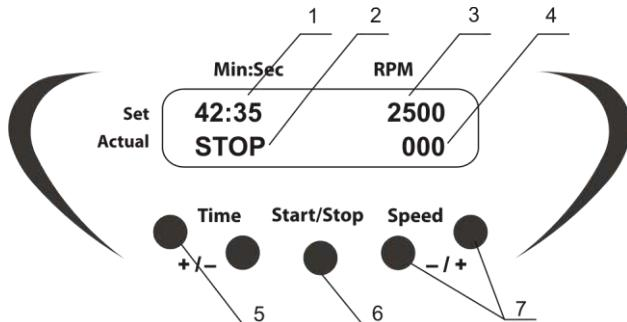

Рисунок 1. Панель управления
- Используйте кнопки + и - **Speed** (рис. 1/7), чтобы установить требуемую скорость (шаг - 100 об/мин). При долгом нажатии кнопки, скорость смены значений увеличивается. Установленное значение отображается в верхней строке дисплея (рис. 1/3).
- Используйте кнопки + и - **Time** (рис. 1/5), чтобы установить требуемый интервал рабочего времени в минутах и секундах (шаг - 1 мин). При долгом нажатии кнопки, скорость смены значений увеличивается. Установленное значение отображается в верхней строке дисплея (рис. 1/1).
- Нажмите кнопку **Start/Stop** (рис. 1/6). Платформа начнет завихрения, и индикатор таймера начнет подсчитывать временной интервал в нижней строке дисплея - Active (рис. 1/2).
- Если рабочее время не установлено (или сброшено), и на дисплее отображается 00:00, нажатие кнопки **Start/Stop** будет приводить к непрерывной работе устройства до нажатия кнопки **Start/Stop**. Фактическое значение скорости платформы отображается в нижней строке дисплея (рис. 1/4)